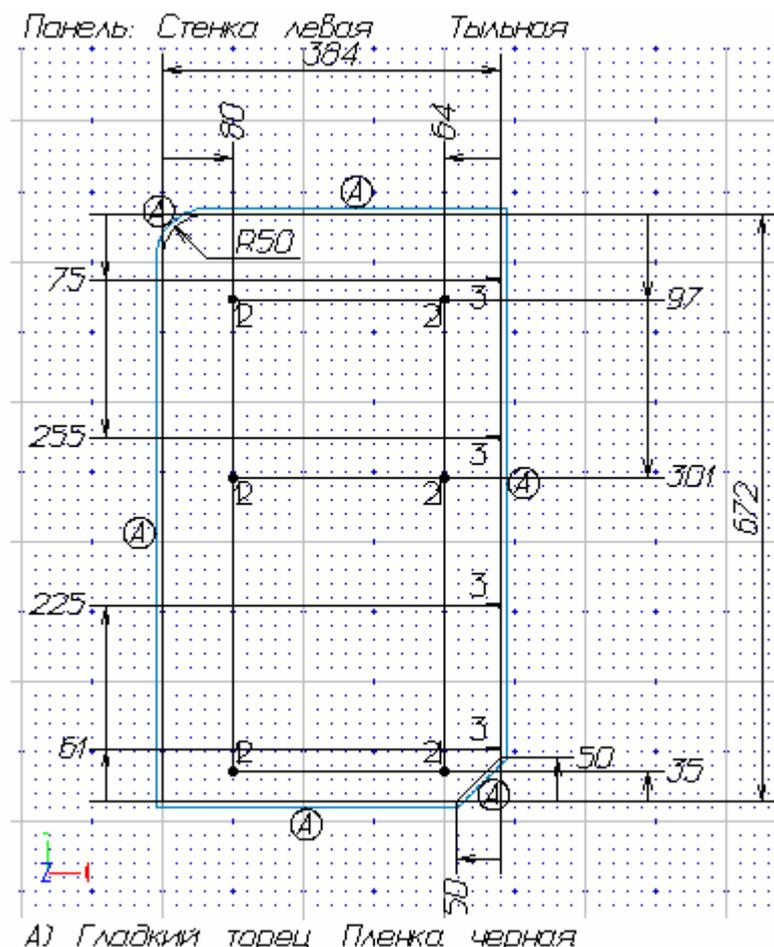
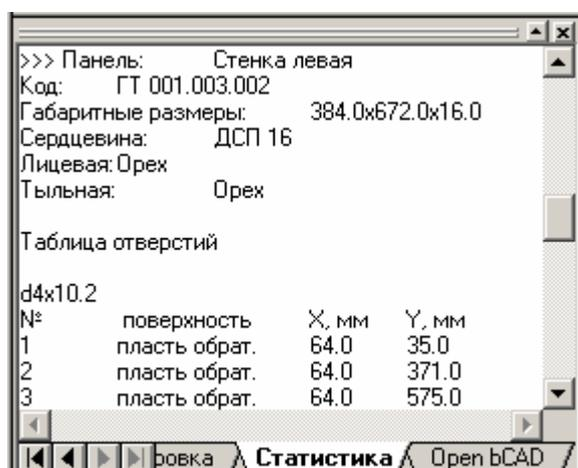

Рис. 108 Эскиз левой стенки тумбы с обозначенными отверстиями под крепеж
Рис. 109 Окно вывода с информацией о местоположении отверстий под крепеж в деталях тумбы
4. Нажать кнопку *Создать*. В окне редактирования появятся эскизы деталей (рис. 108), а в *Окне вывода* на закладке *Статистика – Таблица отверстий*. Для отображения *Окна вывода* (рис. 109) можно использовать пункт *Окно* в главном меню или комбинацию клавиш *Alt+T*.